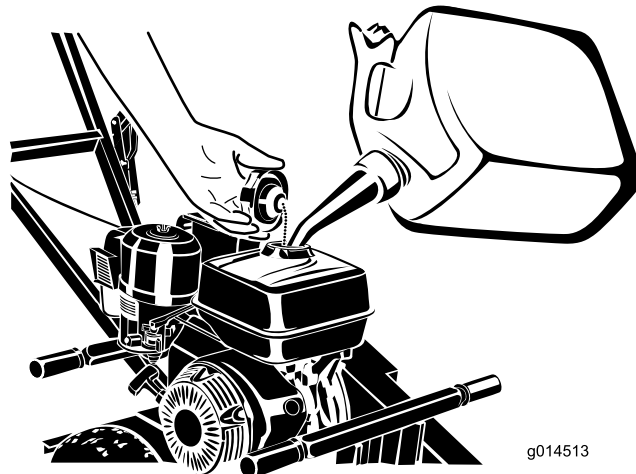

Figure 8
3. Nettoyez la surface autour du bouchon du réservoir et enlevez le bouchon (Figure 8).